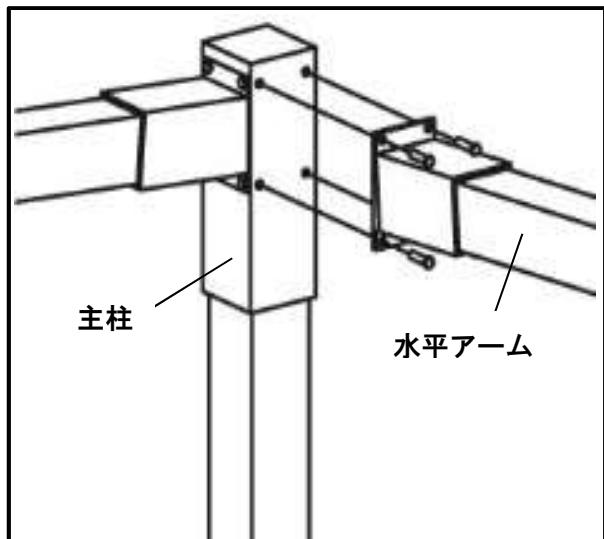

図.3
- ① 主柱 (C) 上部に水平アーム (D) を当て、キャップネジ (a) にワッシャー大 (d) を通して角の4か所に六角レンチ (h) で締めます。(図.3)